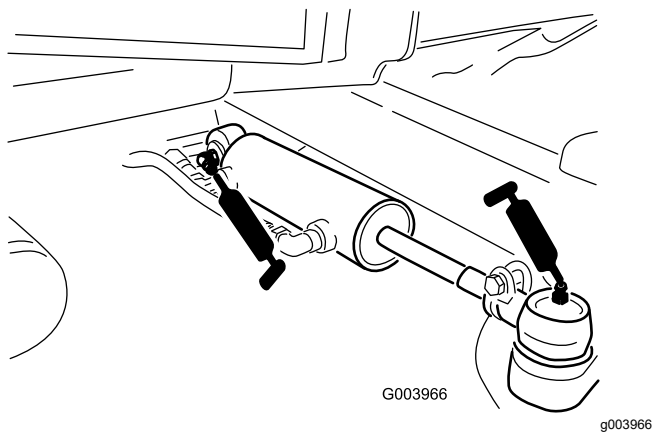

Figura 110
- Rótulas del cilindro de dirección (2) (Figura 110)